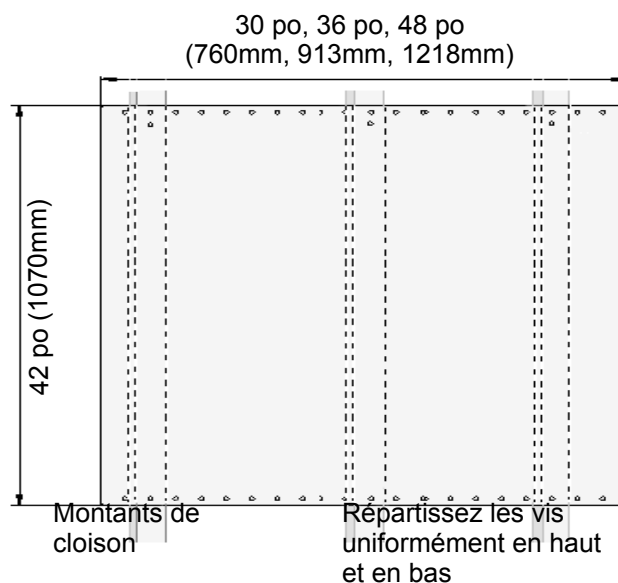

Figure 12 : Installation du dossieret de protection
- Utilisez deux vis fournies pour fixer le haut et le bas du dossieret de protection dans chaque montant de cloison (voir *Figure 12*).